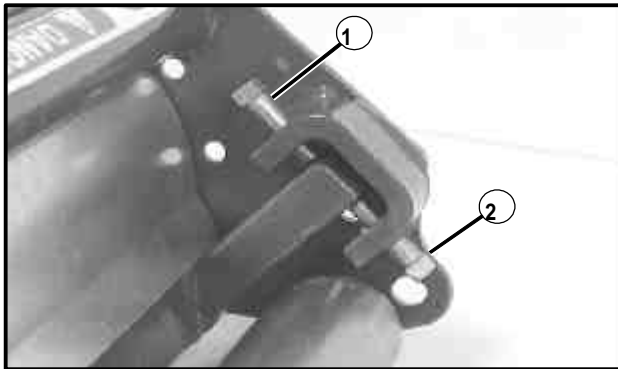

Figure 14
1. Desserrez les vis de réglage **inférieures** à chaque bout en les tournant d'un 1/4 de tour environ dans le sens anti-horaire (voir la figure 14).